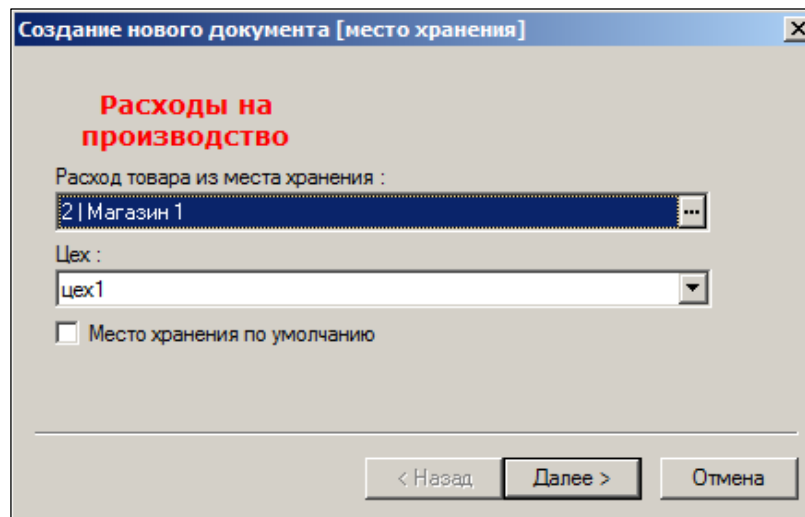

Рисунок 47 – Создание документа «Расходы на производство» (1)
- Из раскрывающихся списков выбрать название места хранения, из которого будет перемещен товар, и название производственного участка (цеха), на который будет перемещен товар (Рисунок 47). Если в настройках выбранное место хранения определено как место хранения по умолчанию, необходимо установить флажок **Место хранения по умолчанию**; нажать кнопку **Далее**.